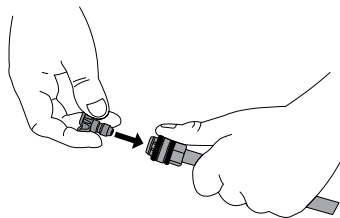

**Fig. 1**
1. Asegúrese que el inyector de jabón externo esté conectado a la salida de alta presión de la lavadora. (Fig. 1)